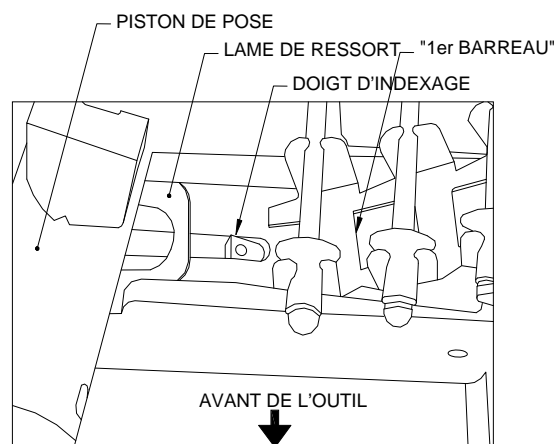

FIGURE 5: CHARGEMENT DU RUBAN DE RIVETS
4. Insérer l'extrémité du ruban de rivets sous la lame de ressort jusqu'à ce que le 1er "Barreau" du ruban de rivets ait passé le doigt d'encliquetage (Fig. 5). Veiller à ce qu'aucun rivet ne soit poussé hors du ruban.